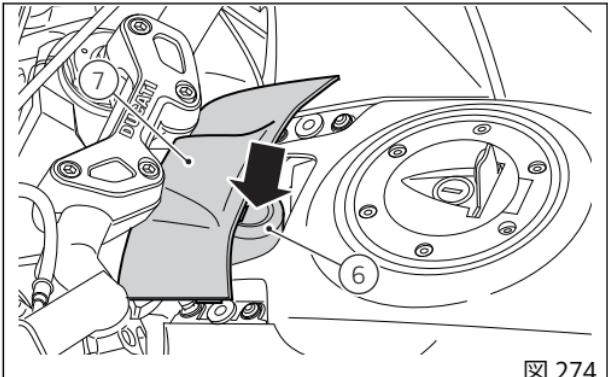
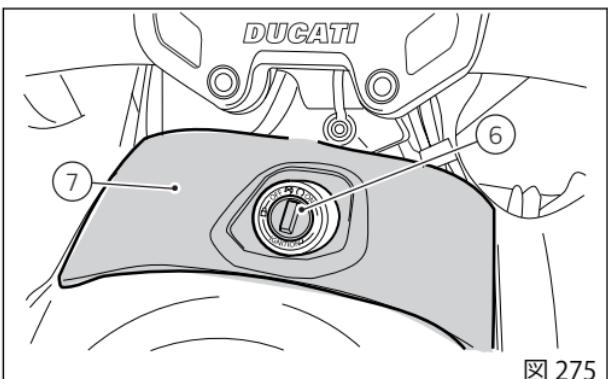
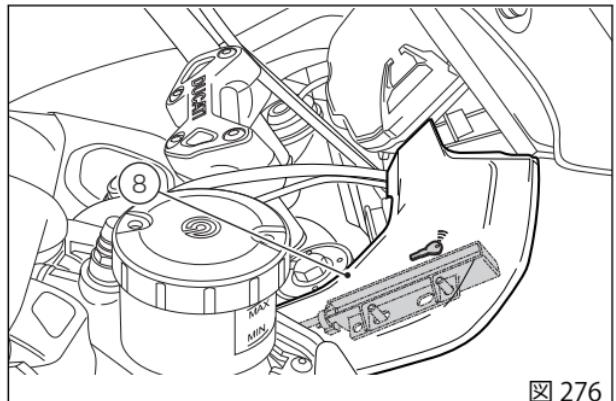

図 274
図 275
図 276
(図 274)はHands Free ブロック (6)と保護カバー(7)の位置を示し、(図 275)はUSAバージョン Hands Free ブロック (6)の位置を示します。(図 276)はアンテナ(8)の位置を示します。